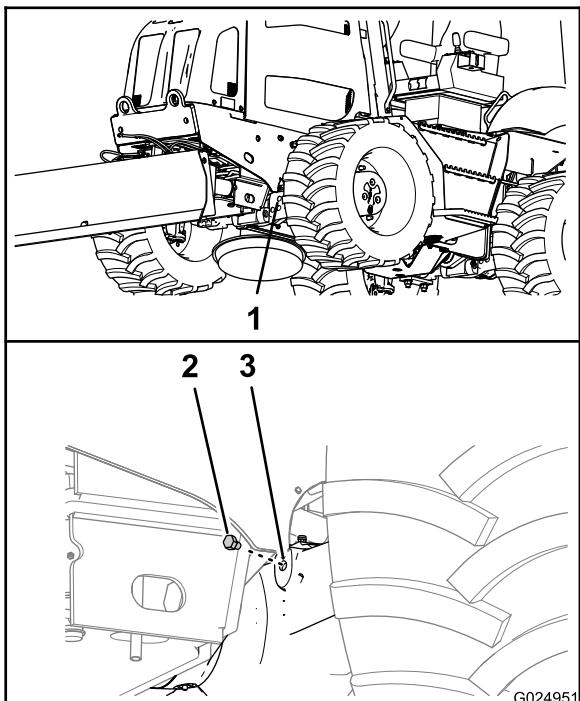
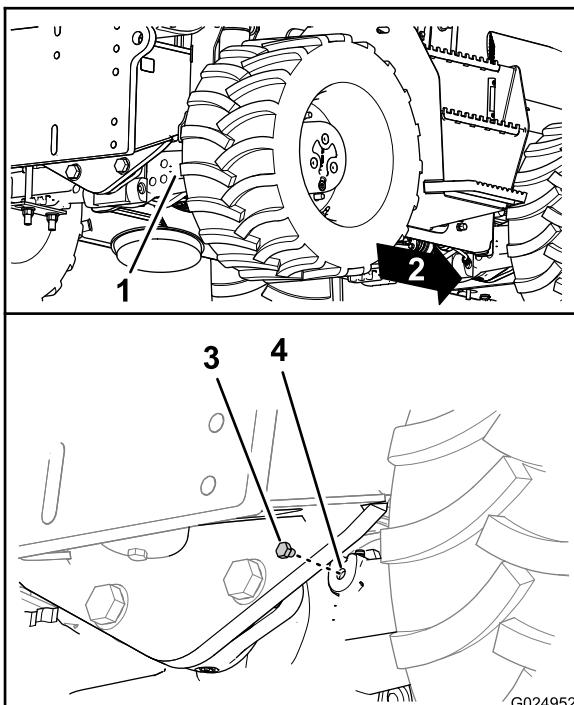

Рисунок 86
Рисунок 87
- Отверните пробку смотрового отверстия картера ведущей шестерни моста (Рисунок 86 и Рисунок 87).
- Посмотрите сквозь смотровое отверстие и убедитесь, что уровень масла находится на нижней части резьбы отверстия (Рисунок 86 и Рисунок 87).
- Заверните пробку в смотровое отверстие картера ведущей шестерни моста (Рисунок 86 и Рисунок 87).